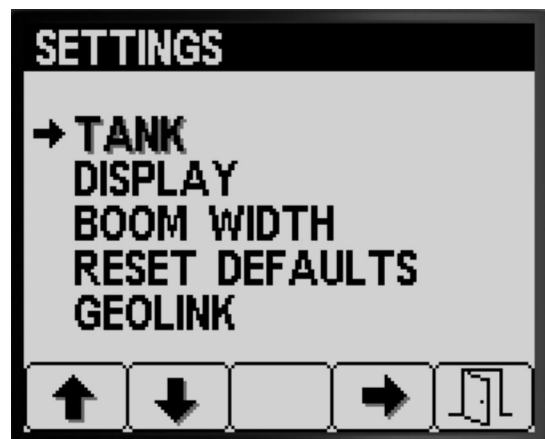

Figura 11
1. Premete il pulsante 1 o 2 per navigare fino all'opzione SERBATOIO (Figura 11).
2. Premete il pulsante 4 per selezionare il sottomenu SERBATOIO (Figura 11).